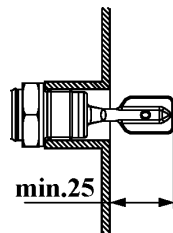
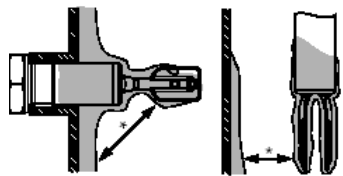

Рисунок 9
Рисунок 10
2.4.4 При установке в емкости лопатки СУ должны полностью выступать внутрь и ориентироваться вертикально (см. рис. 9). При установке следует учитывать возможность налипания на лопатки вязких фракций. Для исключения влияния налипания следует увеличить дистанцию от камертона СУ до стенок емкости (см. рис. 10).